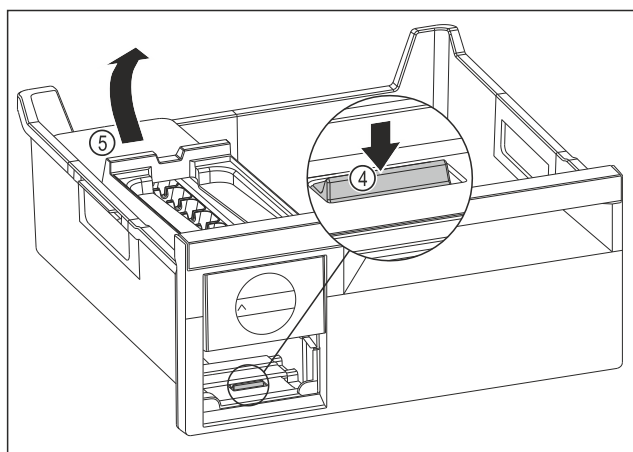

Fig. 197
- ▶ Извлеките корпус EasyTwist-Ice: Надавите пальцем вниз на накладку Fig. 197 (4) и одновременно другой рукой поднимите корпус EasyTwist-Ice Fig. 197 (5) сзади.